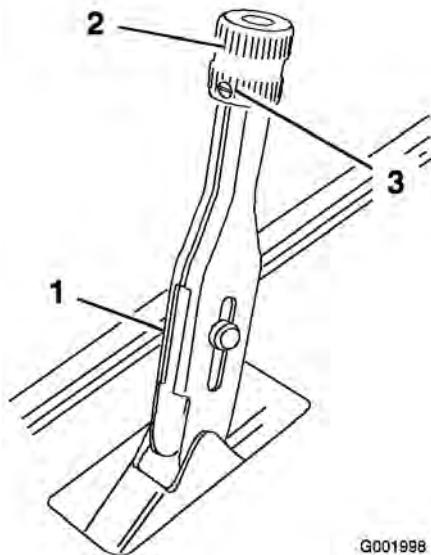

図 59
1. ブレーキ・レバーに調整ノブを固定している固定ネジをゆるめる(図 59)。